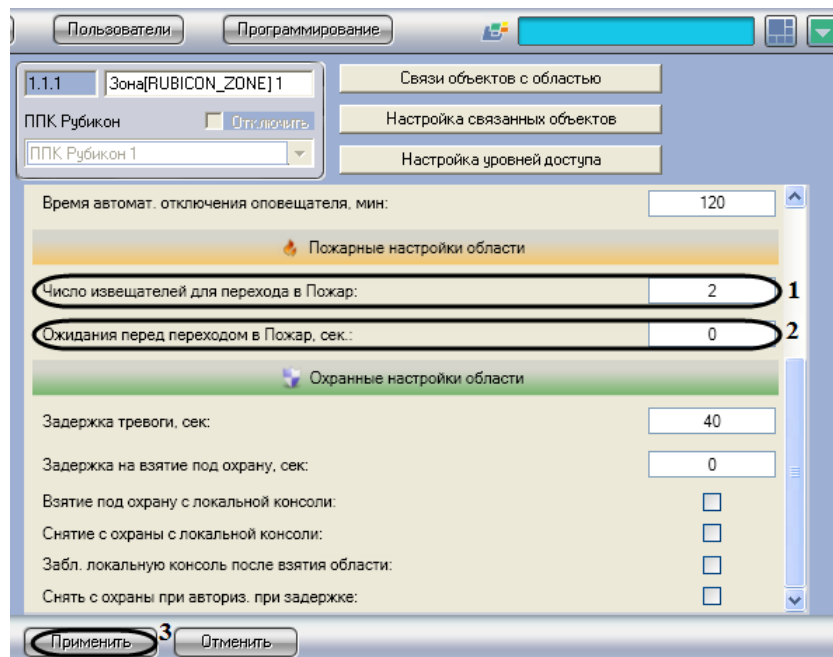

Рис. 3.7—3 Пожарные настройки области
1. Перейти на панель настроек объекта **Зона** (Рис. 3.7—3).
2. В поле **Число извещателей для перехода в Пожар**: необходимо ввести количество извещателей, после срабатывания которых формируется состояние Пожар (см. Рис. 3.7—3, **1**).
3. В поле **Ожидания перед переходом в Пожар, сек**: необходимо ввести время ожидания в секундах до перехода в состояние Пожар (см. Рис. 3.7—3, **2**).